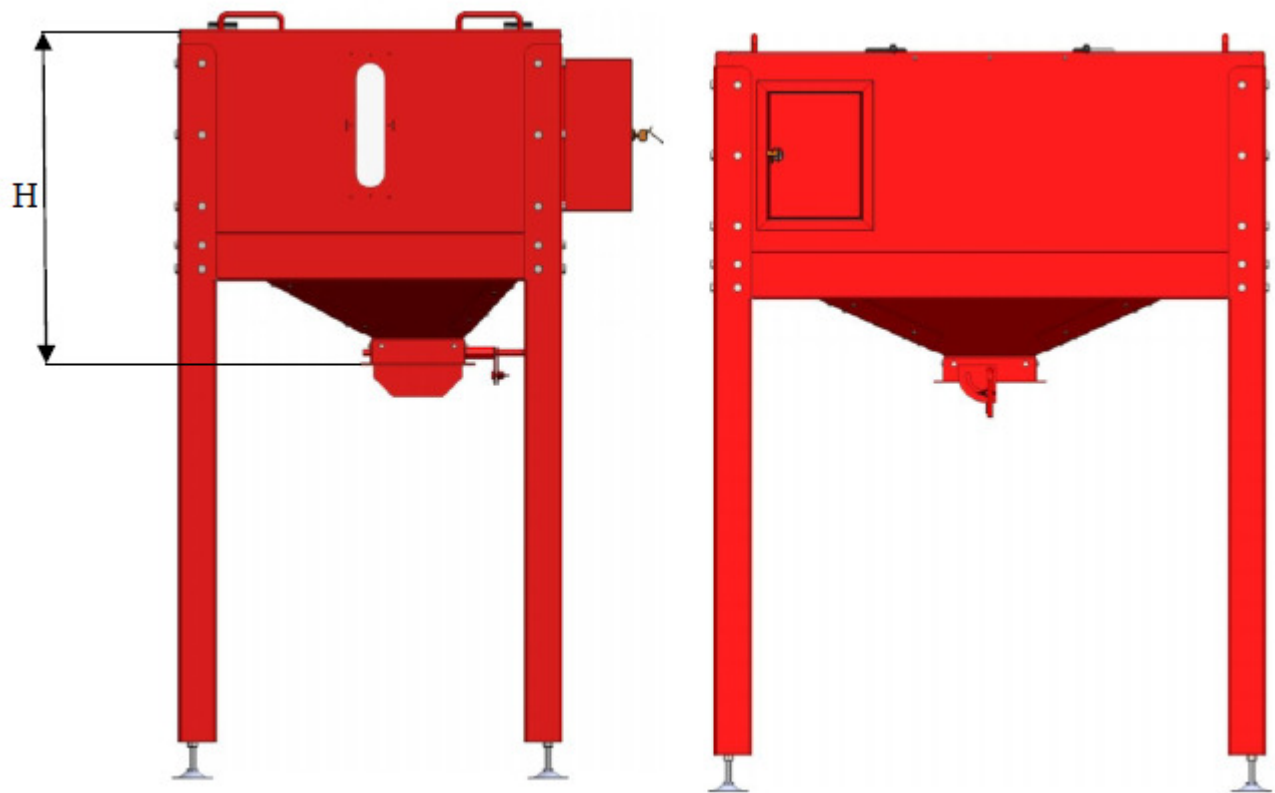

Fig.2 Buncar standard pentru cazanul TKAN
-Buncar de stocare pentru consum zilnic mai mare, care este aproape de cazan. Buncarele de alimentare Standard (fig 2) sunt indicate in tabelul de dimensiuni, totusi, daca un cumparator are un spatiu in centrala termica si doreste un buncar de alimentare zilnica mai mare in functie de dimensiuni, este posibil sa se comande unul mai mare decat acela din productie la firma „RADIJATOR ENGINEERING“. Livrarea unui asemenea buncar este posibila ulterior, atunci cand este deja instalat cazanul.